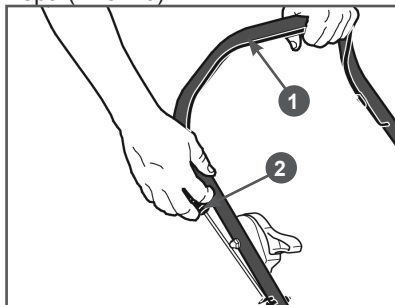

Рис. 16 Запуск двигателя
3. Встаньте позади газонокосилки.евой рукой нажмите на рычаг 1 остановки двигателя и удерживайте его, а правой рукой возьмите ручку 2 стартера (Рис. 16).
3. Отпустите рычаг 1 остановки двигателя (Рис. 16).